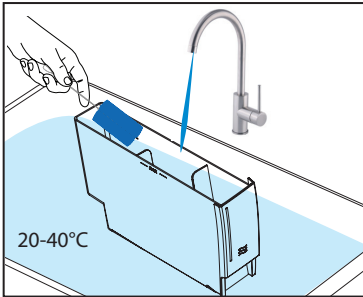

Abb. 2
2. Den Wassertank mit sauberem Wasser bei einer Temperatur von 20-40 °C reinigen. Bei Bedarf kann ein für die Lebensmittelverarbeitung zugelassenes Reinigungsmittel verwendet werden (siehe Abb. 2).